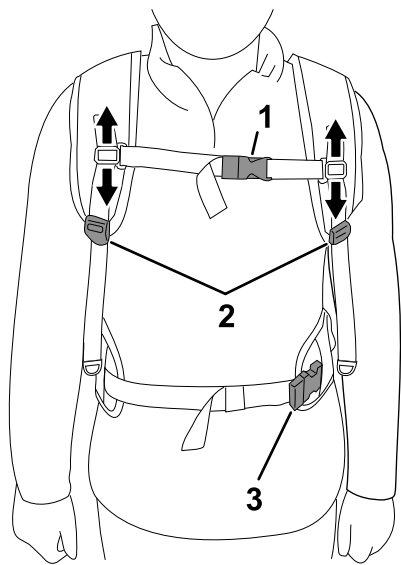

Figura 9
1. Dóblese por la cintura y colóquese las hombreras de manera que la mochila descance cómodamente sobre la espalda, y conecte y apriete la hebilla del cinturón de cadera para que no se mueva (Figura 8 y Figura 9).